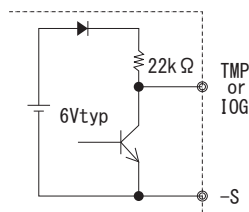

図 2.6 TMP と IOG 内部回路
- ② TMP: 出力モジュールの過熱検知・過熱保護アラーム (図 2.6 参照)
- ③ IOG: 出力モジュールのインバータ動作モニタ (図 2.6 参照)